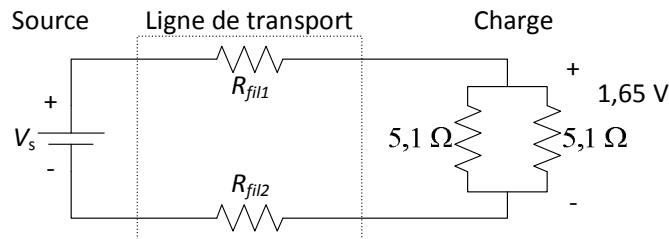

Figure 4 Schéma électrique de la configuration A.
La première configuration à évaluer consiste à relier les résistances de charge en parallèle, et de relier cette charge directement à la ligne de transport (figure 4). Dans cette configuration, la différence de potentiel à la charge est fixée à une valeur de 1,65 volt. De cette façon, la puissance cible pour la charge sera environ 1,07 W ($= \Delta V^2 / R = 1,65^2 / 2,55$).
- ⑤ Réalisez le montage illustré à la figure 4. Ajustez la source de façon à obtenir une différence de potentiel de 1,65 V **à la charge**. Si vous n'arrivez pas à obtenir précisément la tension demandée à la charge, utilisez la valeur indiquée par le voltmètre dans le tableau 2, à la place de la valeur 1,65 V (par exemple, 1,651 V).
- ⑥ Mesurez la différence de potentiel de la source à l'aide du multimètre (ne pas utiliser l'afficheur de la source), et consignez votre résultat dans le tableau 2.
- ⑦ À partir de vos mesures, calculez l'efficacité de transport η_{trsp} (équation (1)) et la résistance de la ligne de transport R_{fils} (équation (2)). Consignez la valeur de la résistance obtenue dans le tableau 1 ; l'efficacité obtenue peut être consignée dans le tableau 2. **Vérification** : si votre valeur calculée de R_{fils} n'est pas comparable à celle mesurée à l'aide de l'ohmmètre, vérifiez vos mesures, votre montage et vos calculs !